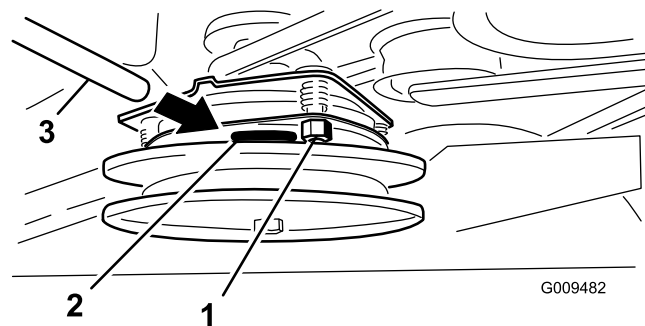

Figura 60
3. Stringete i dadi di bloccaggio fino a fissare leggermente lo spessimetro facendo però in modo di poterlo muovere facilmente all'interno del traferro (Figura 60).